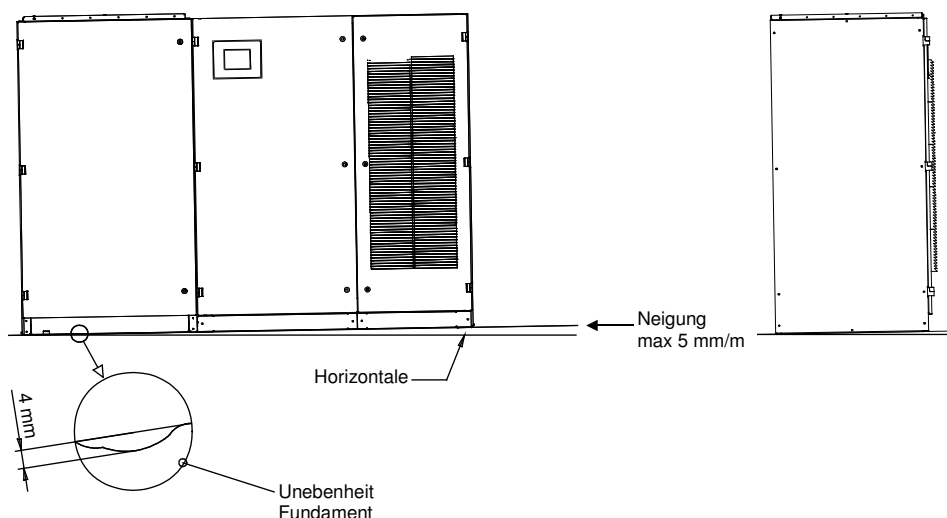

Bild 6-2 Fundamentneigung
- Die Aufstellfläche für die Anlage muss eben sein, da sonst ein exaktes Ausrichten der einzelnen Anlagenteile zueinander erschwert oder unmöglich gemacht werden kann. Im Bereich des Umformerschrankes beträgt die maximale Bodenunebenheit 4 mm Stichmaß auf der gesamten Aufstellfläche (siehe Einzelheit Bild 6-2). Gegebenenfalls müssen geeignete Blechplatten unterlegt werden.